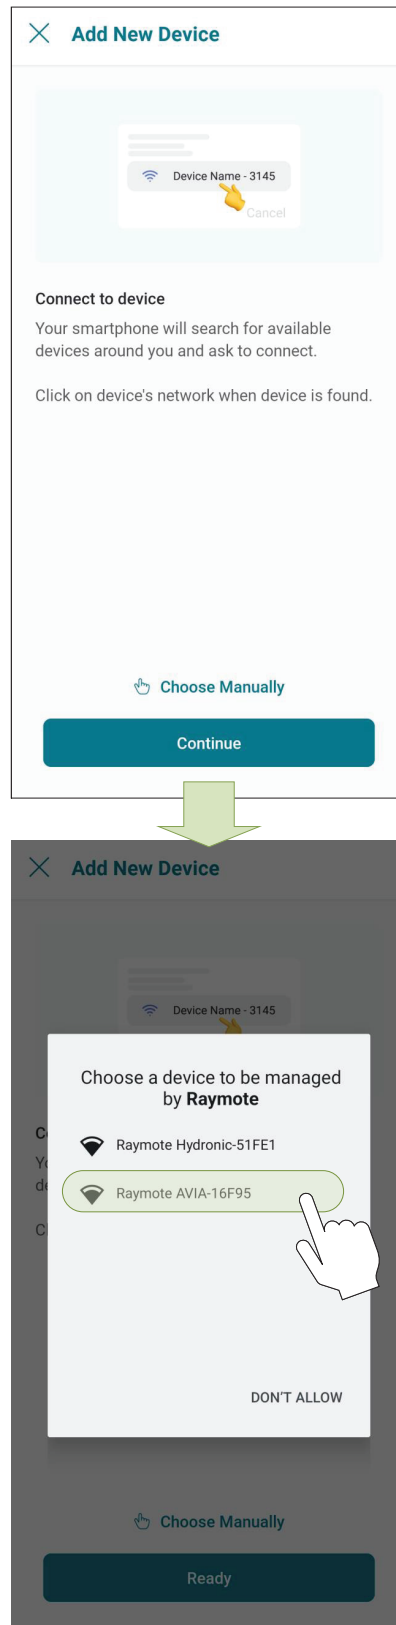

Figure 115. Connecter un téléphone Android
5. **Sous Android:** selon l'état de votre configuration actuelle, un ou plusieurs appareils s'affichent sur l'écran de l'appli. Sélectionnez le réseau sans fil auquel vous souhaitez l'associer, comme illustré à la **Figure 115**.